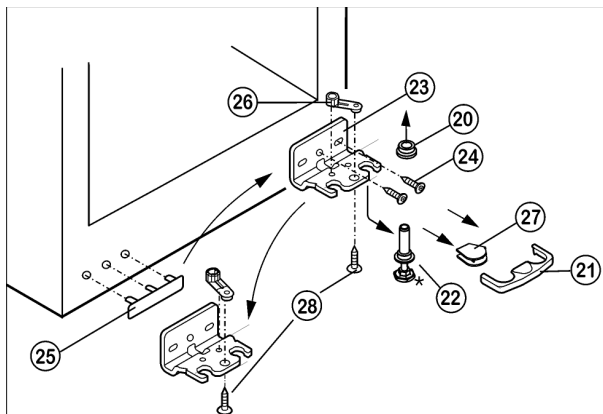

Fig. 5
- ▶ Предохранитель Fig. 5 (21) снимите движением вперед.
- ▶ Снимите крышку Fig. 5 (27).*
- ▶ Вытяните опорный палец Fig. 5 (22) вниз и вперед. При этом следите за гнездом шарнира Fig. 5 (20).
- ▶ Открутите опорный кронштейн Fig. 5 (23)(2 шт. Torx 25) Fig. 5 (24).
- ▶ Открутите опорную деталь Fig. 5 (26)(1 Torx 25) Fig. 5 (28) и, переставив в отверстие на противоположной стороне опорного кронштейна, снова прикрутите.
- ▶ Осторожно приподнимите и переставьте крышку Fig. 5 (25) со стороны ручки.
- ▶ Снова прикрутите опорный кронштейн Fig. 5 (23) на новой стороне шарнира, при необходимости с помощью аккумуляторного шуруповерта через внешний продольный паз и круглое отверстие.
- ▶ Установите крышку Fig. 5 (27) на противоположной стороне.*
- ▶ Предохранитель (21) нужно зафиксировать сбоку на кронштейне, чтобы опорный палец и двери были защищены от выпадения.
- ▶ Снова защелкните предохранитель (21) на опорном кронштейне.
- ▶ Наденьте гнездо шарнира Fig. 5 (20).
- ▶ Установите дверь сверху на нижний опорный палец Fig. 5 (22).
- ▶ Переставьте средний винт на нижнем опорном кронштейне Fig. 5 (23) в свободный продольный паз.
- ▶ При необходимости выровняйте дверцы через два продольных паза в нижнем опорном кронштейне Fig. 5 (23) параллельно корпусу устройства.